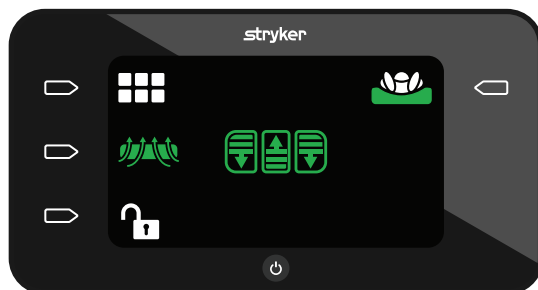

Afbeelding 1 – Luchtcellen
Het steunoppervlak is opgebouwd uit rijen luchtcellen die zijn aangesloten op twee verschillende luchtlijnen (C). Rijen luchtcellen met oneven nummer (A) zijn aangesloten op luchtlijn A en rijen cellen met even nummer (B) zijn aangesloten op de luchtlijn B (Afbeelding 1).
Wanneer AST is ingeschakeld, helpen sensoren in het sacrumgebied (D) van het steunoppervlak bij het controleren van de immersie van de patiënt (Afbeelding 1).
De linker en rechter zijsteun (E) zorgen voor uitwendige ondersteuning van de patiënt. Dit helpt om ervoor te zorgen dat de patiënt binnen het steunoppervlak blijft (Afbeelding 1).